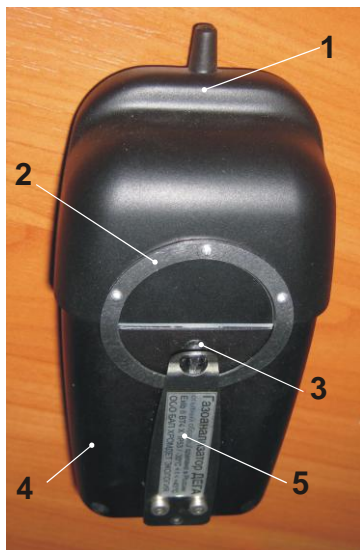

Рис. 4
2.3.3.2. Для соединения устройства ПРУС-2П с газоанализатором ДЕГА установите на газоанализаторе градуировочную насадку закрепите ее, как показано на рис. 4. Для этого отожмите клипсу 5, расположенную на задней панели газоанализатора, наденьте градуировочную насадку 1 на газоанализатор, зацепите нижнюю часть крепежного элемента 2 за выступ 3 на задней панели газоанализатора 4, отпустите клипсу 5. Наденьте на вход насадки свободный конец соединительной трубки.